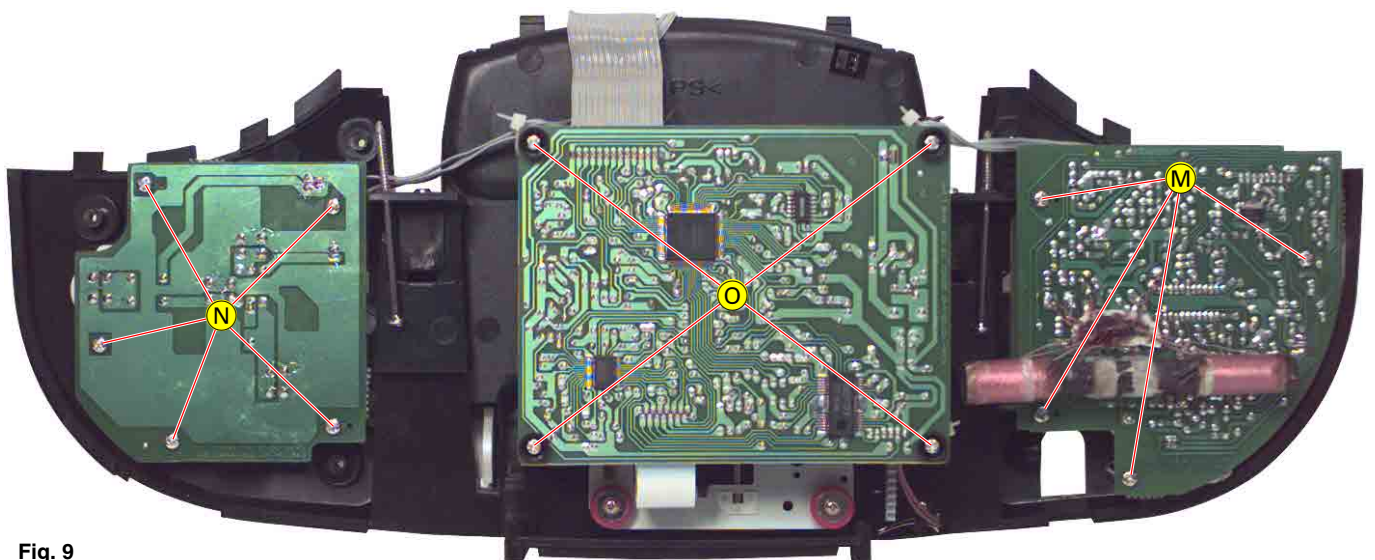

Fig. 9
- 4 Schrauben (M) (Fig. 9) herauserschrauben.
- 5 Schrauben (N) (Fig. 9) herauserschrauben.
- Undo 4 screws (M) (Fig. 9).
- Undo 5 screws (N) (Fig. 9).
- 4 Schrauben (⊙) (Fig. 9) herausschrauben.
- Undo 4 screws (⊙) (Fig. 9).